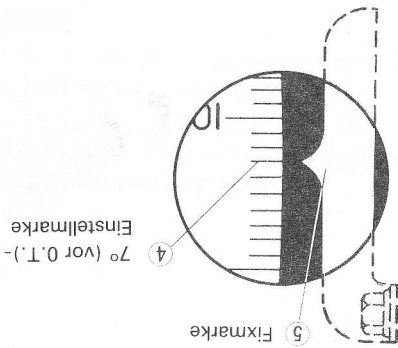

Abb. 9-23
Wenn die Zündmarken ④ und ⑤ gemäß Abb. 9-23 ausgerichtet sind, den Zylinderkopfdeckel entfernen und nachkontrollieren, daß die Kipphebel des Zylinders Nr. 1 nicht auf den Nockenbuckeln ruhen. Falls die Kipphebel hochstehen, die Kurbelwelle um eine Umdrehung (360°) im Uhrzeigersinn (von der Kurbelwellenriemenscheibe aus gesehen) weiterdrehen. Nach dieser Umdrehung sollte der Summer ertönen, wenn die Marken zur Deckung gelangen.
2) Die Zündmarke ④ mit der Marke ⑤ zur Deckung bringen, wie in Abb. 9-23 gezeigt. Die Marke ④ repräsentiert den 70°-Kurbelwinkel.